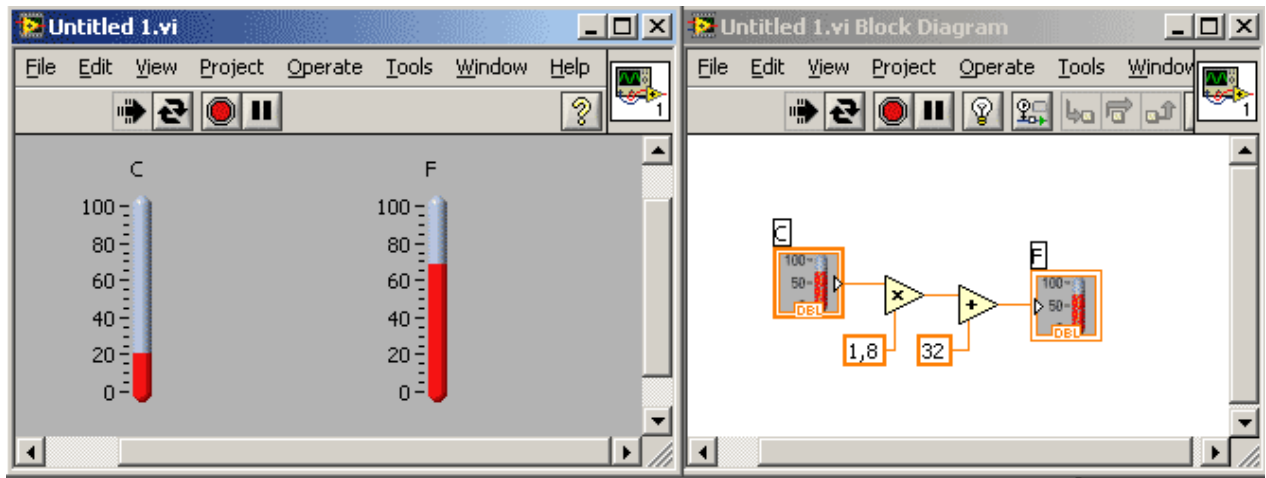

Рис.6 Программа, конвертирующая температуру в градусах Цельсия в температуру по Фаренгейту
- Точно также создайте вторую константу и присвойте ей значение 32, как показано на рис.6